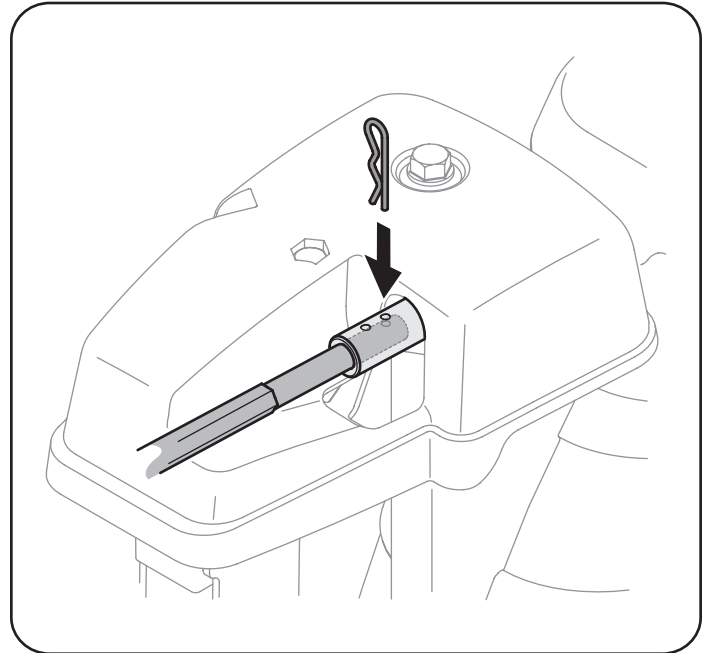

Figura 8
8. Empuje la varilla hacia el panel de control hasta que el orificio en la varilla hexagonal se alinee con el orificio en la entrada de control del canal lo más cerca posible del cabezal de control del canal e inserte el pasador de chaveta. Vea la Figura 8.